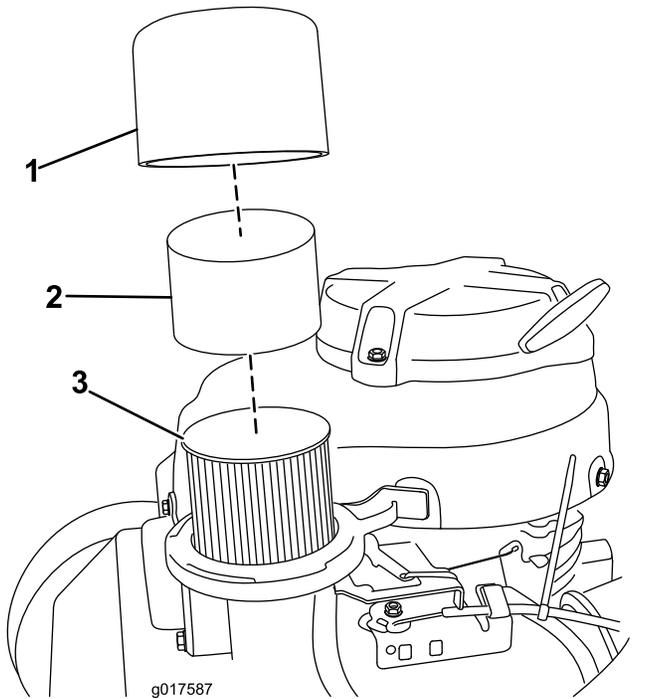

Figura 25
3. Retire la tapa y límpiela a fondo (Figura 25).
4. Retire el pre-limpiador de gomaespuma y lávelo con un detergente suave y agua, luego séquelo apretando suavemente con un paño (Figura 25).
5. Retire e inspeccione el filtro de aire de papel (Figura 25); deséchelo si está excesivamente sucio.